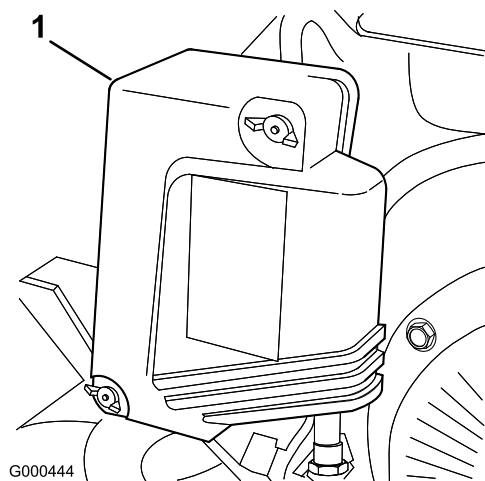

図 23
2. エア・クリーナ・カバーの蝶ナットを取り、カバーを外す。カバーを丁寧に清掃する（図 23）。